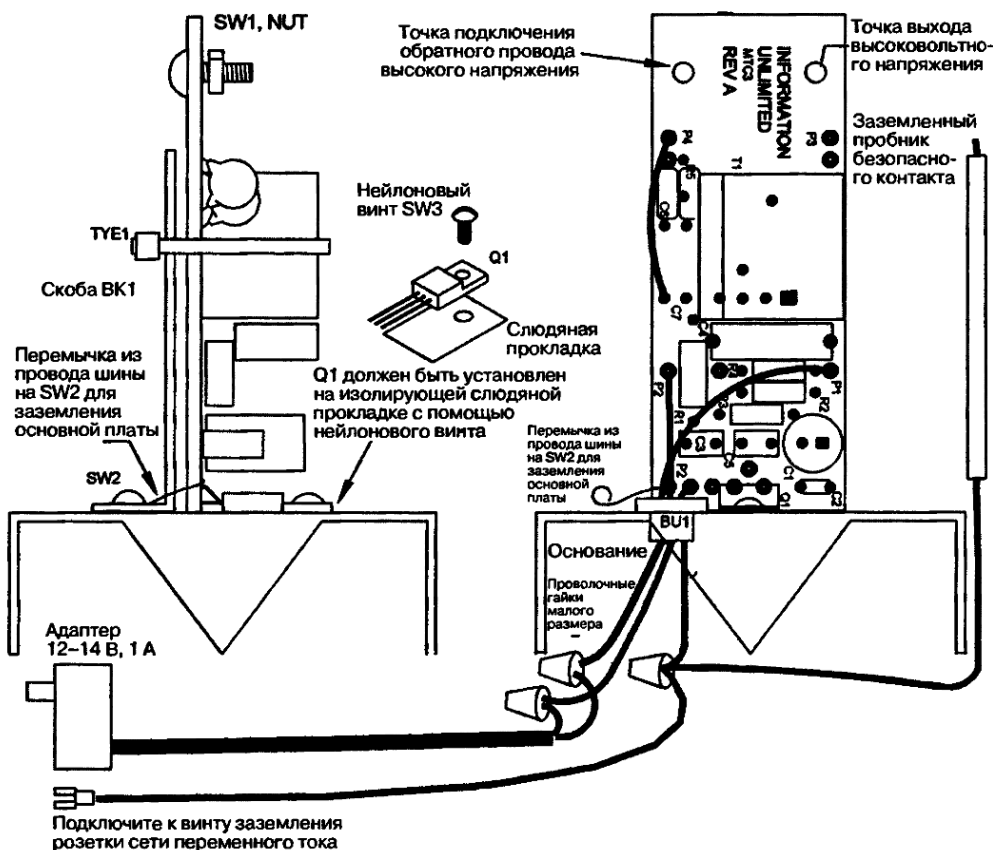
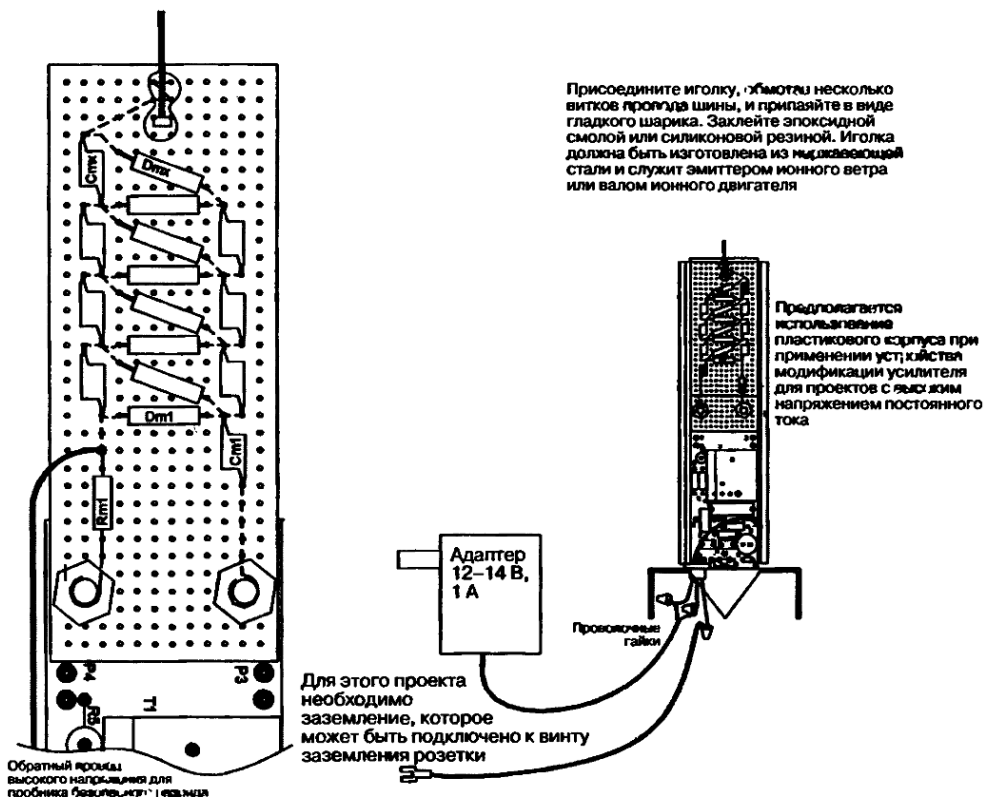

Рис. 16.4. Сборочный чертеж устройства
Рис. 16.10. Модификация усилителя
1. Изготовьте основную секцию BASE из алюминиевой пластины 7,62×7,62×0,15 см и просверлите отверстие, чтобы установить на ней теплоотвод для Q1, а также маленькое отверстие для SW2, который фиксирует скобу BK1, и отверстие для проходного изолятора BU1. Примерьте все компоненты перед началом сверления. Загните края основания вниз, как показано на рис. 16.4.
- Проведите окончательную сборку (см. рис. 16.4). Прикрепите сборочную плату к скобе с использованием пластикового охватывающего зажима. Заземлите основную секцию с помощью короткого куска провода шины под SW2, подключите провод к линии P2 на плате.
Важно, чтобы устройство было заземлено там, где это указано, с отдельным подключением к заземленному объекту. Использование сетевого адаптера требует отдельного провода заземления для правильной работы, поскольку внешняя схема обычно изолирована от первичной вилки питания и нет третьего контакта заземления. Для такого внешнего соединения можно использовать винт или приемную плату, как показано на рисунках. При использовании преобразователя напряжения автоматическое заземление достигается благодаря третьему контакту сетевой вилки, которая соответствует отрицательному выводу – выводу заземления (см. рис. 16.4). Эксперименты с ионами потребуют модификации усилителя в сборке устройства, как показано на рис. 16.10.
- **Ионный высокоскоростной двигатель.** Вращает металлический ротор со скоростью тысячи оборотов в минуту (рис. 16.10).
- **Силовое поле.** Оказывает сильное давление на объект, расположенный на поверхности (см. рис. 16.10).
- **Замораживание движения.** Захватывает высокоскоростное периодическое движение в какой-то момент времени (см. рис. 16.10).
- **Передача заряда и заряд конденсатора.** Заряжает объекты до высокого напряжения без контакта (см. рис. 16.10).
- **Генератор отрицательных ионов и ионный ветер.** Вырабатывает поток полезных отрицательных ионов, которые легко обнаружить (см. рис. 16.10).